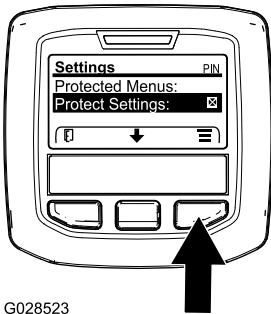

Figura 14
1. Desde el menú PRINCIPAL, utilice el botón central para desplazarse hacia abajo hasta el menú CONFIGURACIÓN y pulse el botón derecho (Figura 14).